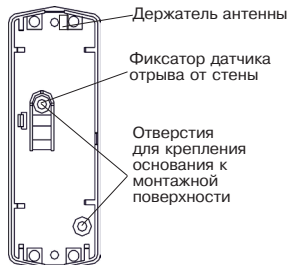

Рисунок 2 – Основание
9.1 Выберите место установки извещателя и произведите разметку для его крепления. Для разметки может быть использовано основание (рисунок 2). Закрепите основание шурупами. Для контроля отрыва от стены обязательно заверните шуруп в фиксатор датчика отрыва от стены.
ВНИМАНИЕ! Антенна должна быть установлена на держатель (см. рисунок 2). Размещение антенны вне держателя существенно снижает дальность радиосвязи.